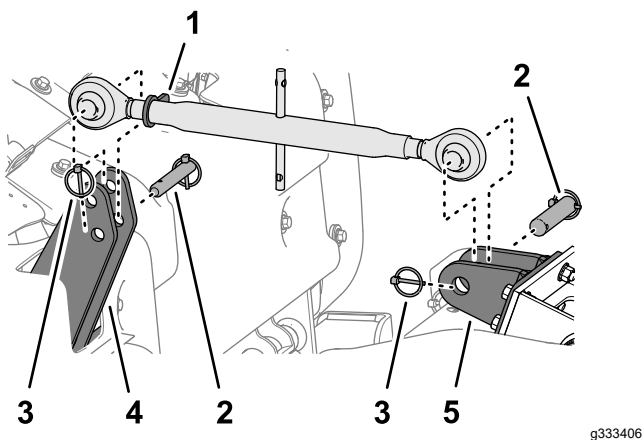

図 48
2. 上調整リンクのロッキングナット 図 48をゆるめて上調整リンクを回して機体とトラクションユニットの間のテンションをなくす。
3. 上調整リンクを機体の上ヒッチプレートに固定しているリンチピンとリンクピンを外す 図 48)。
4. 上調整リンクをトラクションユニットのリンクブラケットに固定しているリンチピンとリンクピンを外す 図 48)。